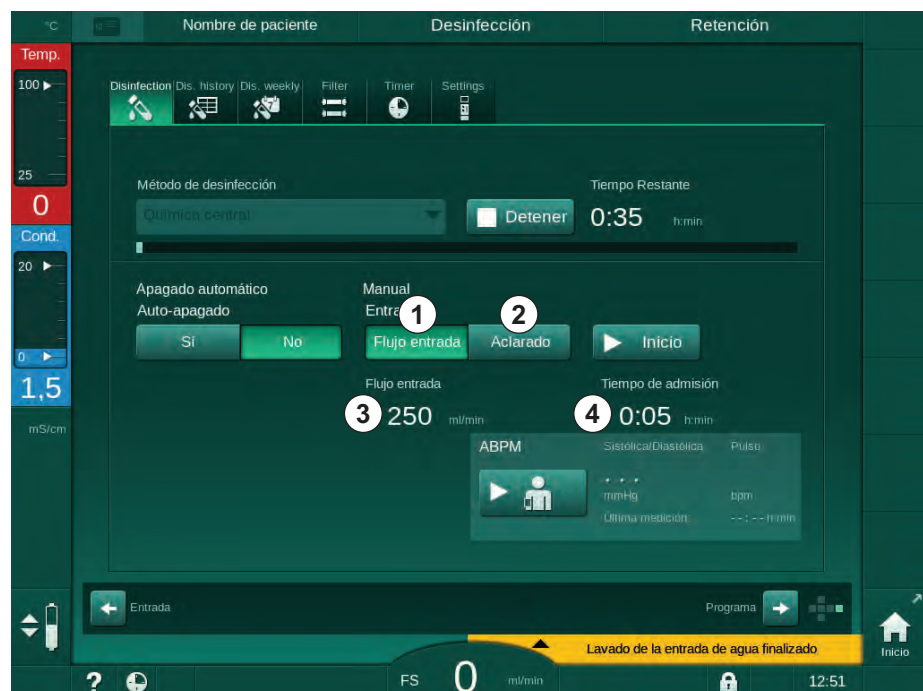

Fig. 7-11 Desinfección química central manual
En la primera parte de este método, se toma desinfectante del suministro de agua central y se bombea por el equipo (Fig. 7-11, ①). El flujo de entrada ③ y el tiempo de entrada ④ están preajustados en el modo *Configuración del usuario*. El suministro de entrada se detiene una vez transcurrido el tiempo preajustado.